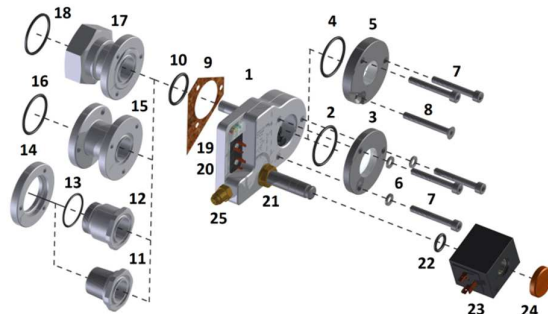

Fig. 1
Hinweis: Die Nummern in Klammern entsprechen denen in Fig.1.
**Composants du système:** Pour plus de détails, voir table ci-dessous et Fig.1,3,4
| 7       | Vis (M6 x 45)                           | 16      | Joint torique adaptateur flasque              | 24      | ASC3-W: Clip bobine d'orange avec joint torique (20.0x3.0 mm)ASC: clip bleu (pas sur la Fig. 1) |